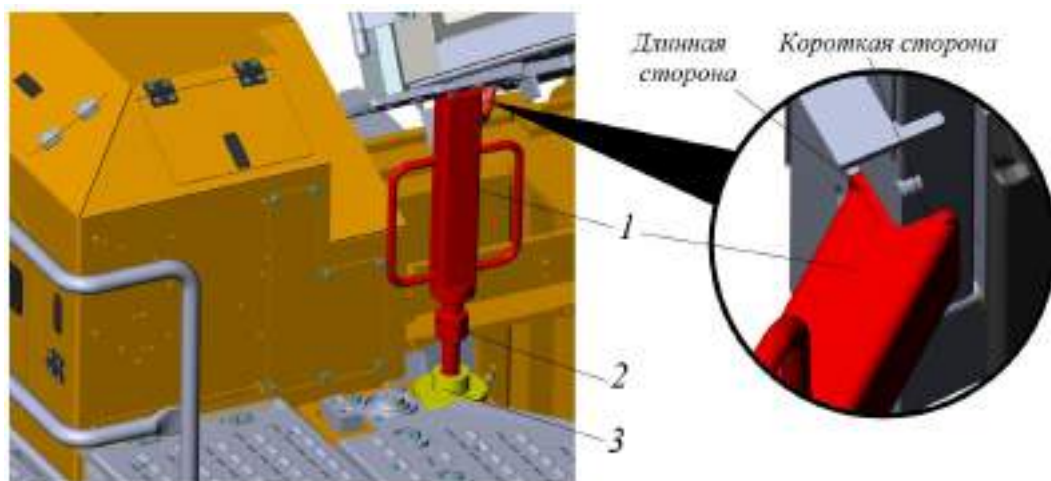

Рисунок 5.36. Установка стойки фиксации кабины в поднятом положении
- ▶ Вместо гидравлической опоры установить опору 3 и стойку 1. Стойку по высоте отрегулировать при помощи гайки 2, рис. 5.36. Стойка 1 должна плотно прижиматься к каркасу кабины и быть установлена как показано на рис. ниже. Длинная часть стойки обращена вперед, короткая назад.
- ▶ Демонтировать стойки 1 и опоры 3 с двух сторон машины, рис. 5.36.
- ▶ Установить опору и стойку, удерживающую кабину в поднятом положении с левой и правой стороны машины, см. рис. 5.36.
- ▶ Ручным насосом подъема кабины немного приподнять кабину для высвобождения стоек, удерживающих кабину в поднятом положении, см. рис. 5.36. Зафиксировать кабину в поднятом положении при помощи блокиратора, см. рис. 5.29.